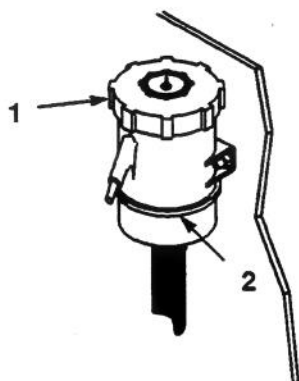

Figure 31
3. Nettoyer la surface autour du réservoir (Fig. 31), pour distinguer clairement le niveau de liquide et pour éviter de faire tomber de la poussière dans le réservoir si l'on rectifie le niveau.
4. Quand la boîte pont est froide, rectifier le niveau jusqu'à la marque "Full cold" sur le réservoir (Fig. 31).